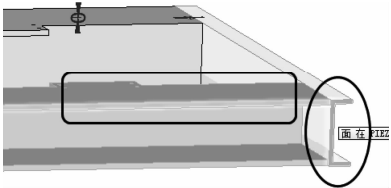

图 8-15 面对齐配合 3
(6) 配合【零件3】的侧面窄边与【零件2】的侧面窄边的面对齐配合，如图 8-15 所示，这样【零件3】与【零件1】和【零件2】就配合完成了。